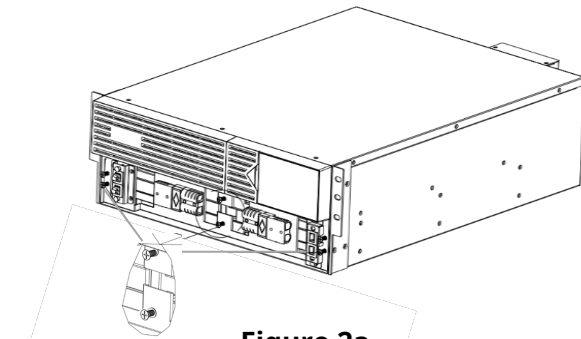

Figure 2a
2. Dévissez et enlevez le support de fixation de la batterie à l'aide d'un tournevis cruciforme. (Fig. 2a et 2b)